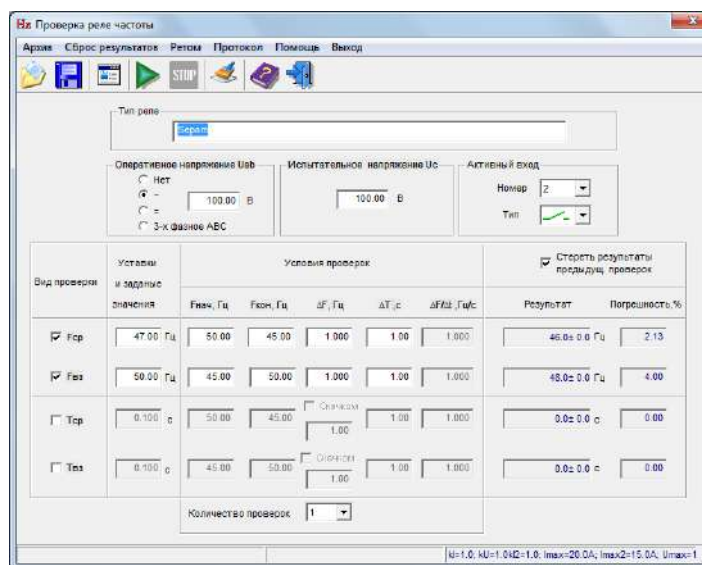

Рисунок 5.15 – Проверка уставок ЗМЧ первой ступени в автоматическом режиме
- Повторить эксперимент со второй ступенью защиты, устанавливая уставки проверки в соответствии с изображениями на рис. 5.15, 5.16.